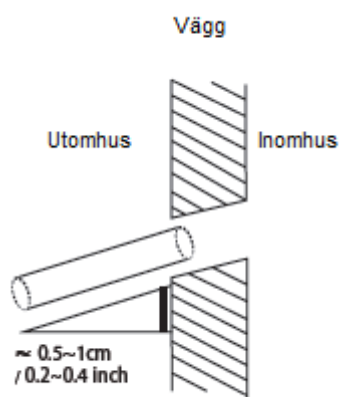

Fig. 10.2
6. Använd ett 65 mm borr för att borra ett hål i väggen. Se till att hålet borras i en lät nedåtriktad vinkel så att utomhusdelen av hålet är lägre än inomhuskanten med ca 1 cm fall. Det garanterar korrekt vattenavrinning (se bild 10.2). Placera skyddshylsan i hålet för att skydda hålets kanter och underlätta förseglingen efter slutförd installationsprocess.